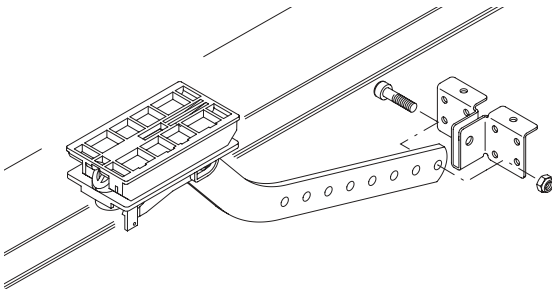

Fig.25
8. Bevestig de deurbevestigingsbeugels aan de gebogen beugels JMP.7 volgens Fig.25 en blokkeer ze met de schroef en moer.